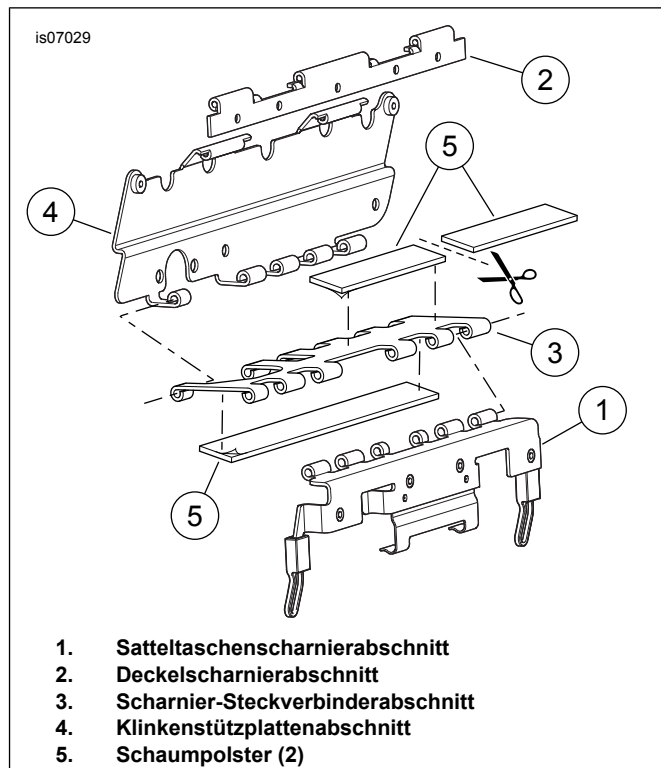

Abbildung 4. Schaumpolster an Scharnier der Satteltaschenklinke (linke Seite abgebildet) einbauen
Siehe Abbildung 4. Das Scharnier der Satteltaschenklinke ist zur Verdeutlichung mit entfernten Stiften abgebildet.
15. Zwei Schaumstoffpolster (Abbildung 7, Teil 12) aus dem Satz nehmen. Ein Schaumpolster in die Hälfte schneiden, wie in Abbildung 4 abgebildet. Die Schutzfolie von der selbstklebenden Seite des **nicht zugeschnittenen** Polsters abziehen und dieses auf die flache Seite des Scharnierverbinders (3) drücken. Die Schutzfolie von der Klebstoffseite des geschnittenen Polsters abziehen und wie abgebildet an der Scharnierseite des Klinken-Steckverbinderabschnitts anbringen.